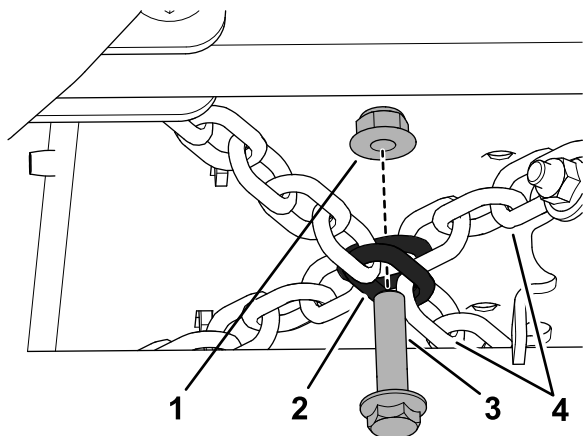

Figura 15
- En el punto de unión de las cadenas (Figura 15), móntelas con un perno con arandela prensada (3/8" x 1 1/2") y una contratuerca con arandela prensada (3/8").